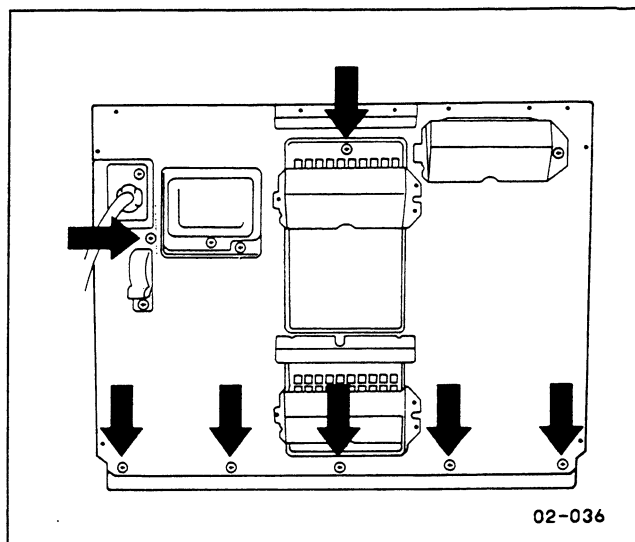

Abb. 6
- Nehmen Sie die gesamte Rückwand ab, indem Sie die Schrauben wie in **Abb. 6** gezeigt entfernen.